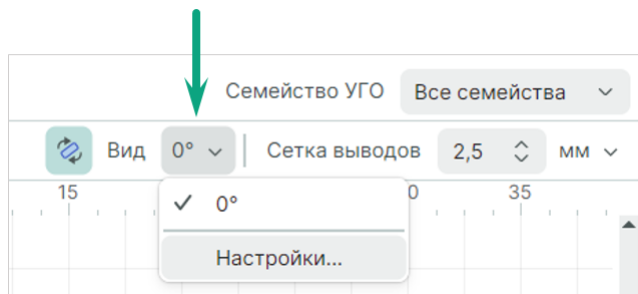

Рис. 190 Настройка типов отображения УГО
3. Выберите в выпадающем списке «Вид» пункт «Настройки...», Рис. 190.